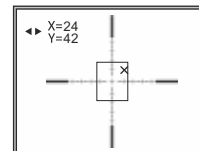

Рис.4
- На дисплее появятся: опорный крест X красного цвета, горизонтальные стрелки и координаты опорного креста  X=00 Y=00 (рис.4).